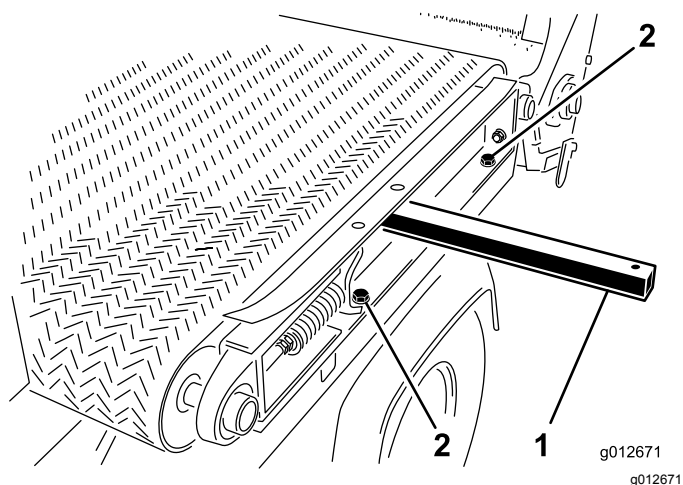

Figura 30
1. Sul lato sinistro della macchina, montate la guida del telaio scorrevole al parafrangente sinistro (Figura 30) con le 2 viti a testa cilindrica e le 2 rondelle che avete rimosso in Smontaggio del pianale scorrevole \(pagina 24\) e serrate le viti a testa cilindrica.